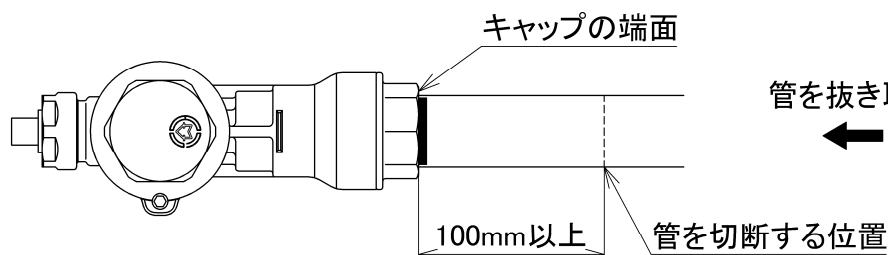

図 4 管の切断
- 1)管はキャップ端面から 100mm 以上離れた場所で切断します(図 4)。短く切断すると管の取り外しが困難になります。